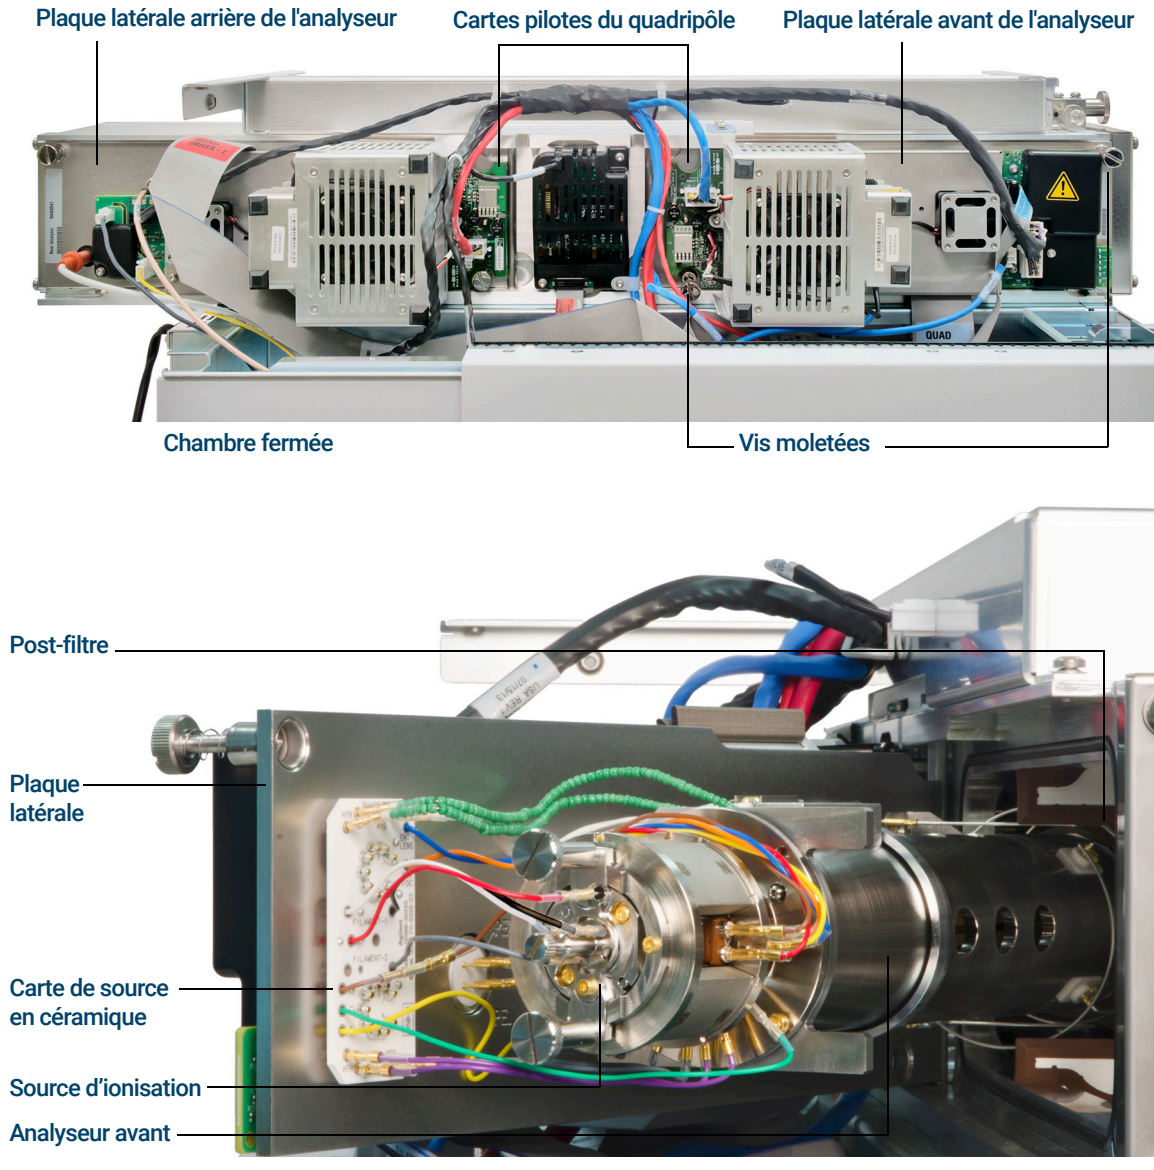

Figure 47. Chambre avant de l'analyseur sur un MS 7010
- 3 Desserrer les vis moletées du plateau latéral de l'analyseur avant si elles sont serrées. (Voir Figure 47 page 184.)
(Voir **Figure 47** page 184.)